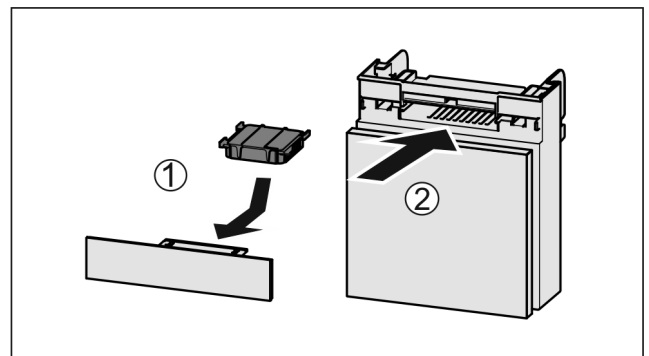

Fig. 89
- ▶ Wkładać Fig. 89 (1) filtr z węglem aktywowanym zgodnie z ilustracją.
- ▶ Wsunąć komorę Fig. 89 (2).